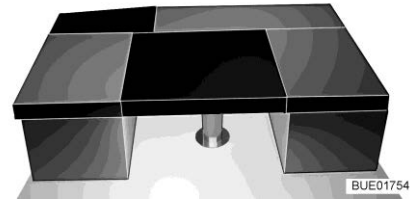

Fig. 160 Après la transformation
- Poser le coussin supplémentaire rectangulaire sur la table (entre les coussins d'assise des banquettes, voir Fig. 160).